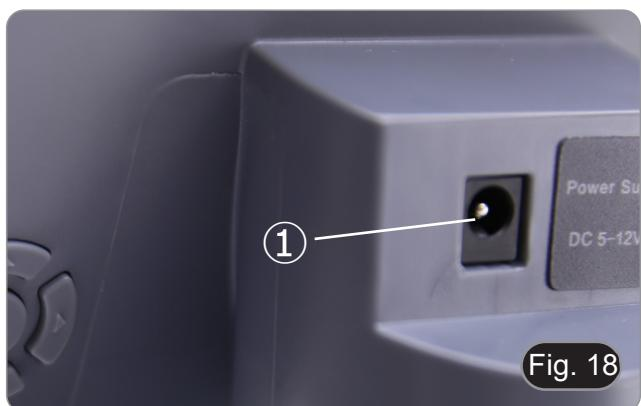

Fig. 18
1. Insérez le bloc d'alimentation dans la prise d'alimentation ① située à l'arrière de la caméra. (Fig. 18)